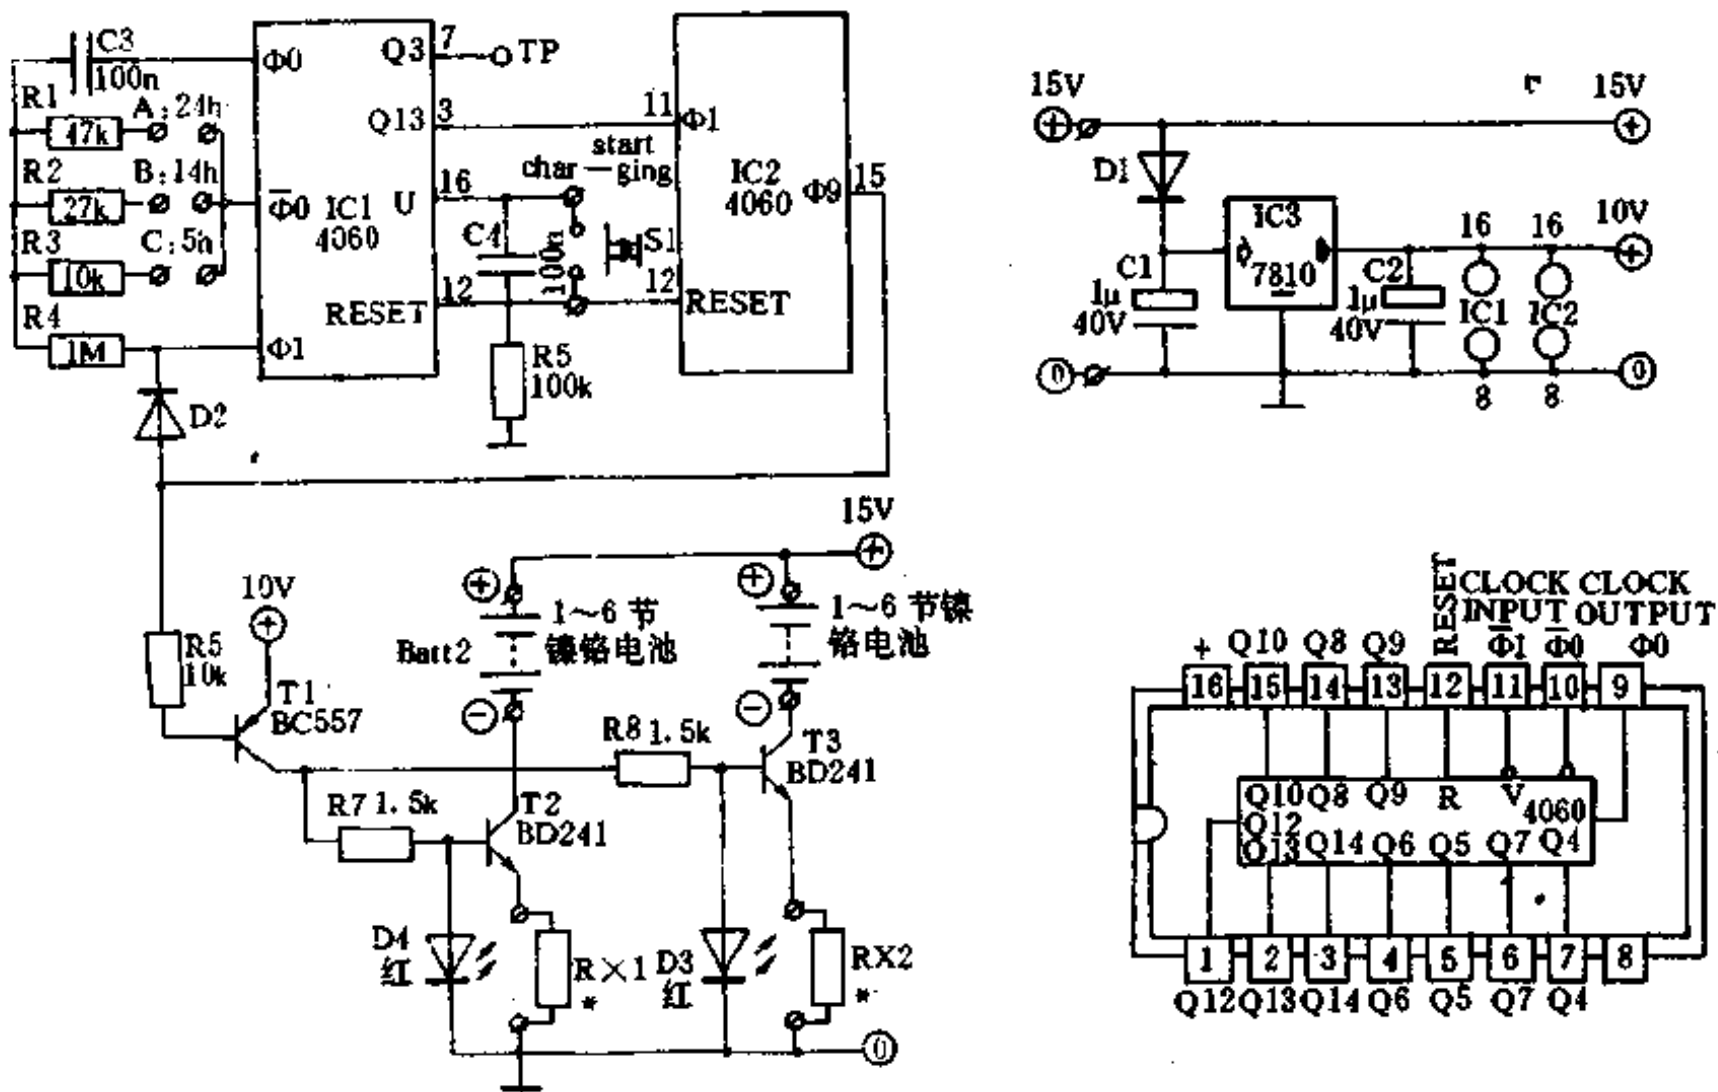

图 1-265
如图 1-265 所示的电路图可以看出,该电路由三部分组成:电源部分、时钟电路和两个电流源部分。两个相同的电流源使得充电器在同一时刻能同时给 12 节电池充电。
定时电路由两片 CD4060 芯片组成。如图 1-265 中连接所示, 4060 拥有一振荡器和一个 14 级计数器的 CMOS 电路(rippk Counter)。振荡器只用在 IC1 芯片上,电容器 C3 和电阻 R1~R4 使得振荡器能正常工作。决定振荡器工作频率的是电容器 C3 和接在 CD4060 第⑩管脚处的电阻 R1、R2 或 R3。电路图 1-265 示出了我们可能选择三种不同的振荡频率,但一经分频后,就可以得到一相同的充电时间。